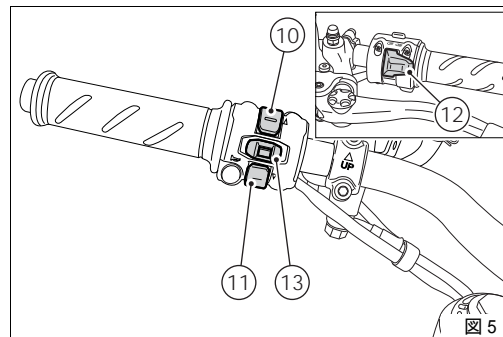

図 5
10) コントロールボタン (図 5)
11) コントロールボタン (図 5)
12) フラッシャーランプボタン (図 5)
13) ターンインジケーター解除ボタン (図 5)